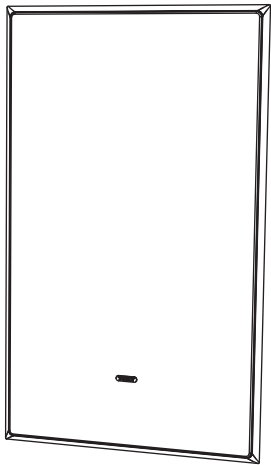

Fig. 5. Grille installée
- 1. Enfoncez la grille dans le cadre, où elle sera maintenue en place par des aimants (Fig.5).